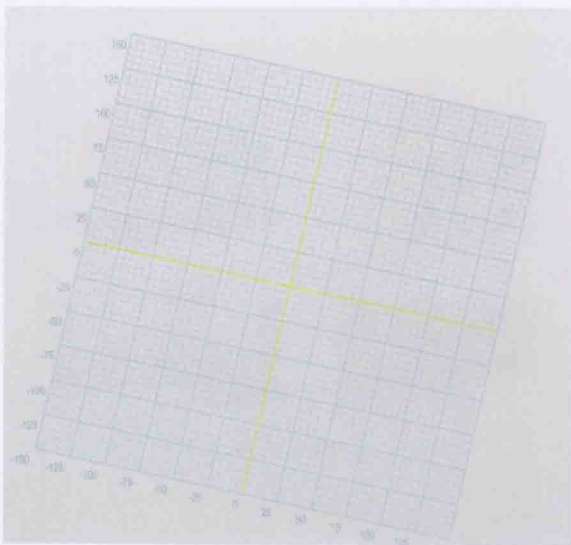

图 1-3-3
1. 绘制底板。选择草图绘制 命令组下的圆命令 ，绘制平面选择网格平面，如图 1-3-3 所示。